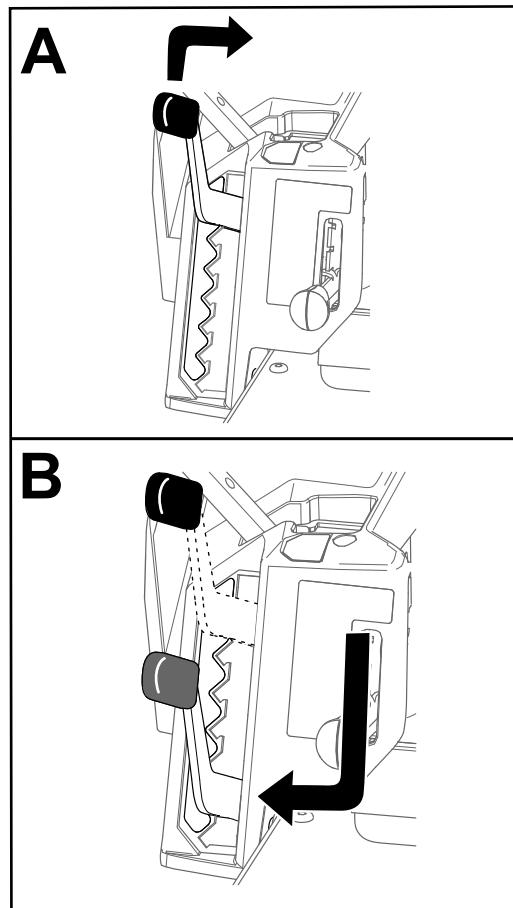

Figure 26
**Remarque:** La position de transport est la position de hauteur de coupe la plus élevée (114 mm [4½ po]), comme montré à la Figure 26.
Vous pouvez régler la hauteur de coupe de 38 à 114 mm (1½ à 4½ po) par paliers de 13 mm (½ po). La hauteur de coupe est réglée par le levier situé à droite de la position d'utilisation (Figure 26).